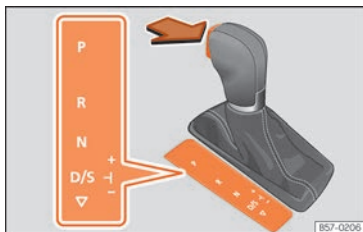

Abb. 244 Wählhebelsperre.
- Treten Sie das Bremspedal *und* halten Sie gleichzeitig die Sperrtaste in Pfeilrichtung gedrückt » **Abb. 244.**